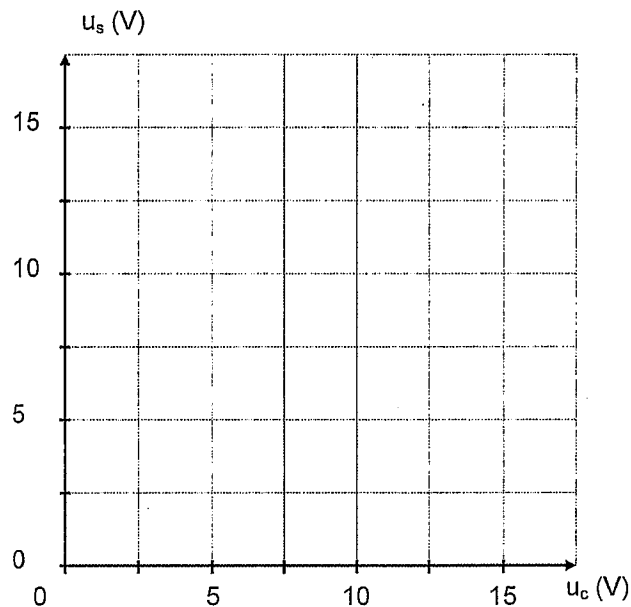

FIGURE 1
A.1.2 Tracer la caractéristique de transfert $u_s(u_c)$ sur la figure 1.